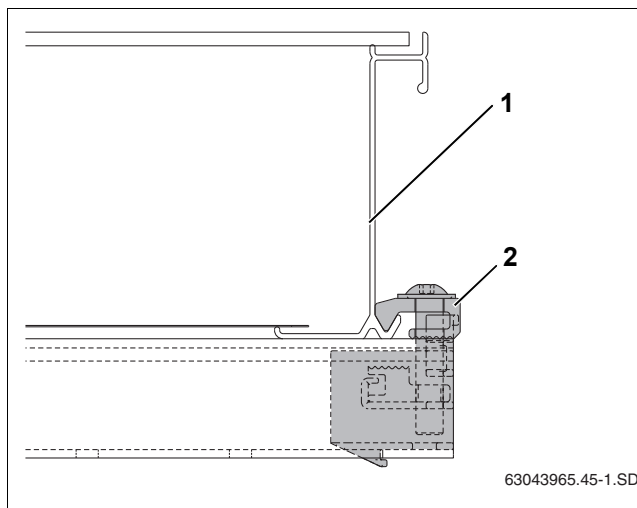

Рис. 43 Установленный односторонний зажим
- Осторожно сдвиньте коллектор (рис. 43, [1]) к одностороннему зажиму и выровняйте в горизонтальной плоскости.
- Ключом SW 5 закрутите зажим (рис. 43, [2]).
Теперь прижим (рис. 43, [2]) находится в нижней кромке коллектора.